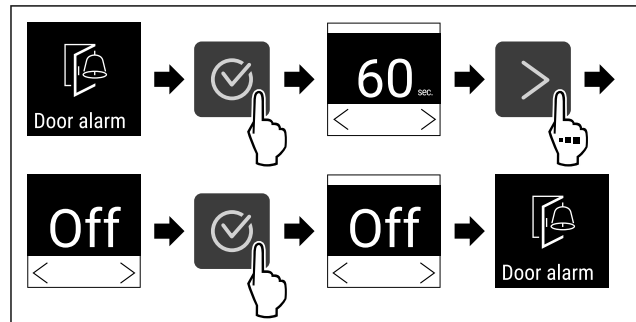

Fig. 89
- ▷ Изпълнете стъпките (виж Fig. 89).